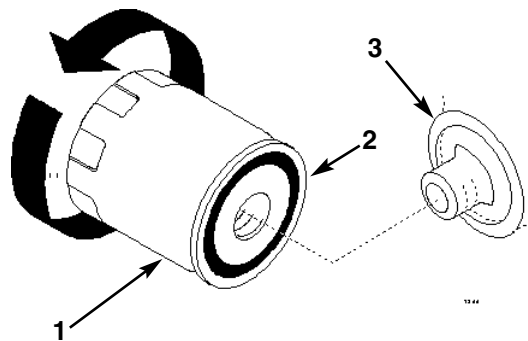

Fig. 34A
6. Skift oljefilteret (fig. 34A).
2. Ta av det gamle filteret og tørk av filteradapterens pakning (fig. 34A).
3. Før et tynt lag ny, ren olje på gummipakningen til det nye filteret (fig. 34A).
4. Sett det nye oljefilteret på filteradapteren. Drei filteret med urviserne til gummipakningen berører adapteren, og trekk så til $\frac{1}{2}$ omdreining til (fig. 34A).